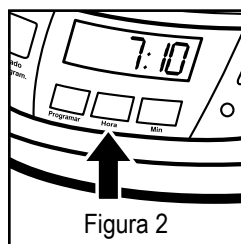

Figura 2
1. Presione y detenga el botón de hora HOUR hasta que en la pantalla del reloj aparezca la hora correcta. Consulte la figura 2.